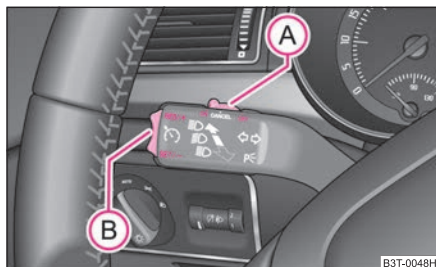

Fig. 131 Palanca de mando: Balancín y conmutador del sistema regulador de la velocidad
- Pulsar el conmutador **(A)** ⇒ fig. 131 desplazándolo a la posición **ON**.
La **reanudación** de la velocidad memorizada se efectúa al soltar el pedal de freno o de embrague, en vehículos con cambio automático sólo tras soltar el pedal de freno, y después de presionar brevemente el balancín **(B)** ⇒ página 124, fig. 131 a la posición **RES**.
- Pulsar el conmutador **(A)** ⇒ página 124, fig. 131 desplazándolo a la posición **OFF**. ■